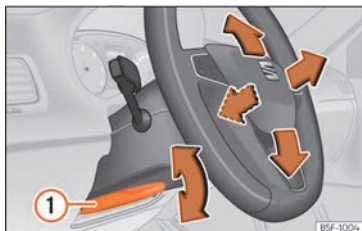

Fig. 24 Palanca en la parte inferior del lateral izquierdo de la columna de dirección.
- Ajustar la posición del volante: tire de la palanca »» **fig. 24** ① hacia abajo, mueva el volante hasta la posición deseada y vuelva a subir la palanca hasta el punto de cierre.